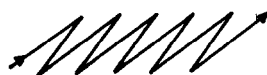

Figura 2.78
c) Avance y oscile el electrodo con movimiento de zig-zag (Figura 2.78).